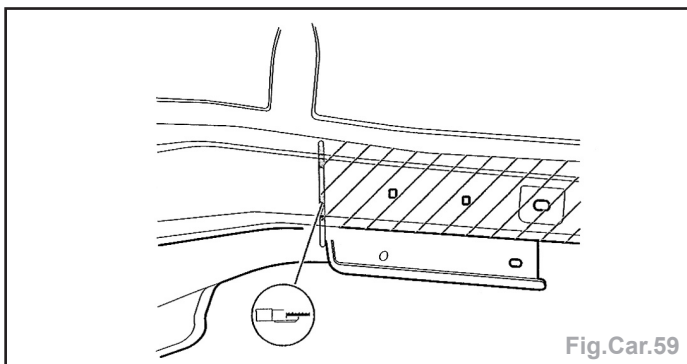

Fig.Car.59
- Tracer, puis découper à l'aide d'une meule assiette ou d'une scie alternative, au niveau du support de train arrière (Fig.Car.59).